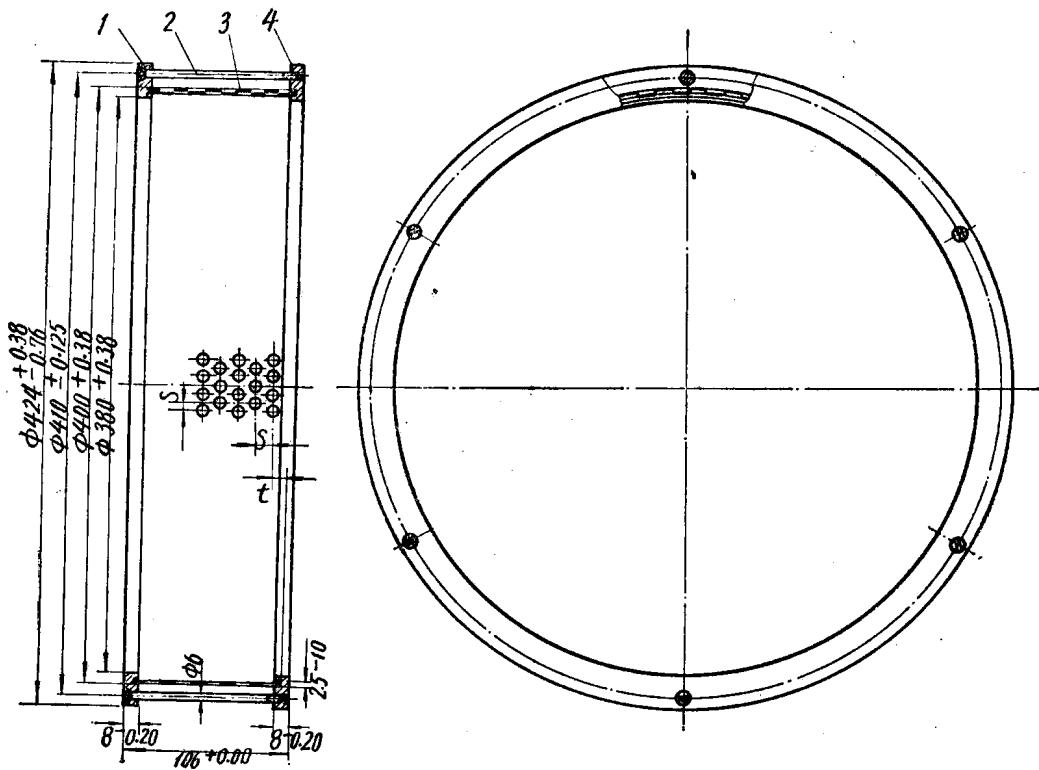

图1—7 篩 子
\*  $t_0$  表示第一排筛孔到搭接边的距离，图1—7中无法标出。——编者注
**出料部分**的主要零件是出粉管(见图1—1)，它是用0.6毫米厚的薄板卷成的，接缝均采用咬合联接。它是一个断面由长方形渐渐过渡到椭圆形的弯管。
**进料部分**(图1—8，见11页)由进料斗、闸板、料斗座、进料管等零件组成。闸板装在料斗座和进料管之间的缝内，利用偏心机构操纵控制闸板，以控制进料。除料斗座和进料管用灰铸铁制成外，其他零件均用薄钢板和圆钢制成。该部分起储备和输送原料、控制原料流量和通风散热等作用。